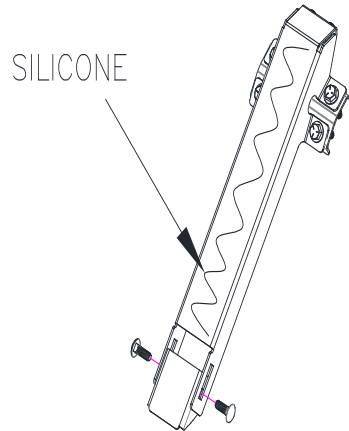

Fig. 2
4. Ensamble los soportes de pasador deslizante marcado "LBSYM" a ambos de los soportes exteriores marcados "DOB" & "POB" usando los tornillos provistos 1/4-20, arandelas y tuercas (Fig. 2). Apriete los accesorios lo suficiente que los soportes pasadores quedarán en su lugar, pero aún pueden moverse a mano.
15. Aplique una generosa cantidad de silicón a las superficies de las que la visera se colocará (Fig.2).